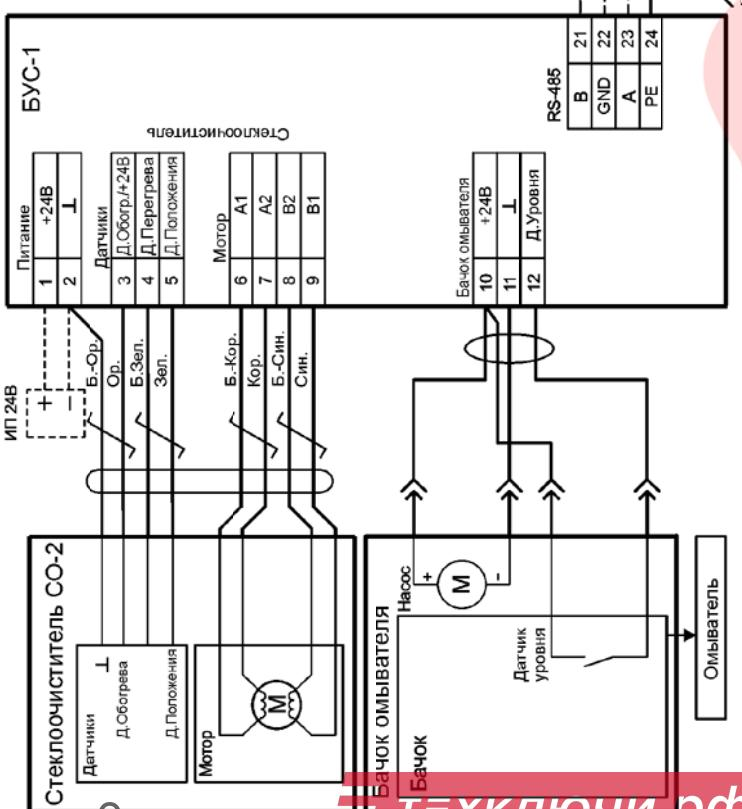

Рис. 4. Схема подключения стеклоочистителя, омывателя, бачка омывателя и пульта управления оператора (в комплект поставки не входит) к БУС-1.
- Подключите стеклоочиститель, систему подачи воды (при её наличии), пульт управления оператора (ПУ) и источники питания (ИП) к БУС-1 в соответствии со схемой рис. 4.